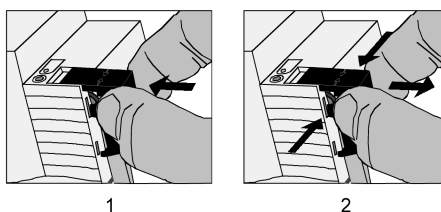

Figura 8: Colocación / retirada de la tapa
- Para colocar la tapa: deslizar la tapa sobre el terminal del bus hasta que se aprecie que queda encajada (figura 8).
- Para retirar la tapa: presionar la tapa ligeramente por los lados y tirar de ella (figura 8).